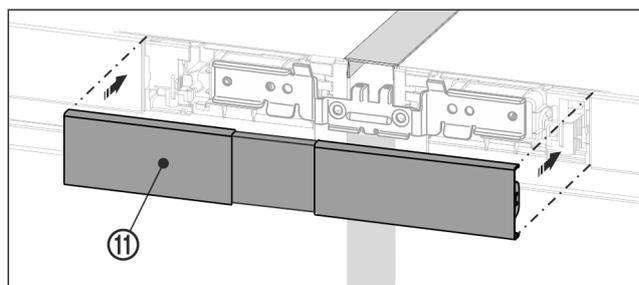

Fig. 30
- ▶ 将上盖板 Fig. 30 (11) 卡紧在两块操作板中间空位处。注意，盖板外侧必须与操作板平整连接。